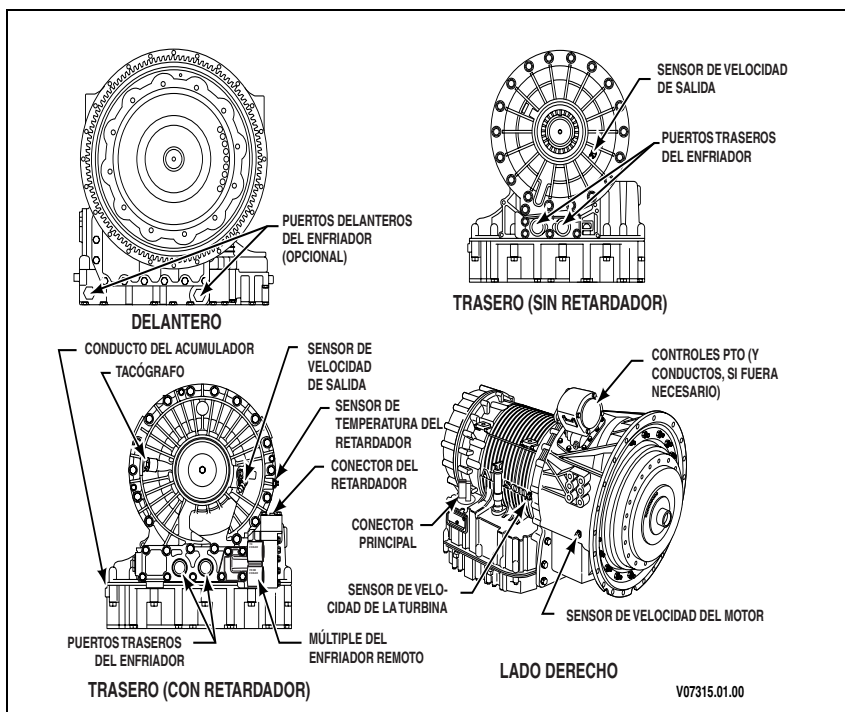
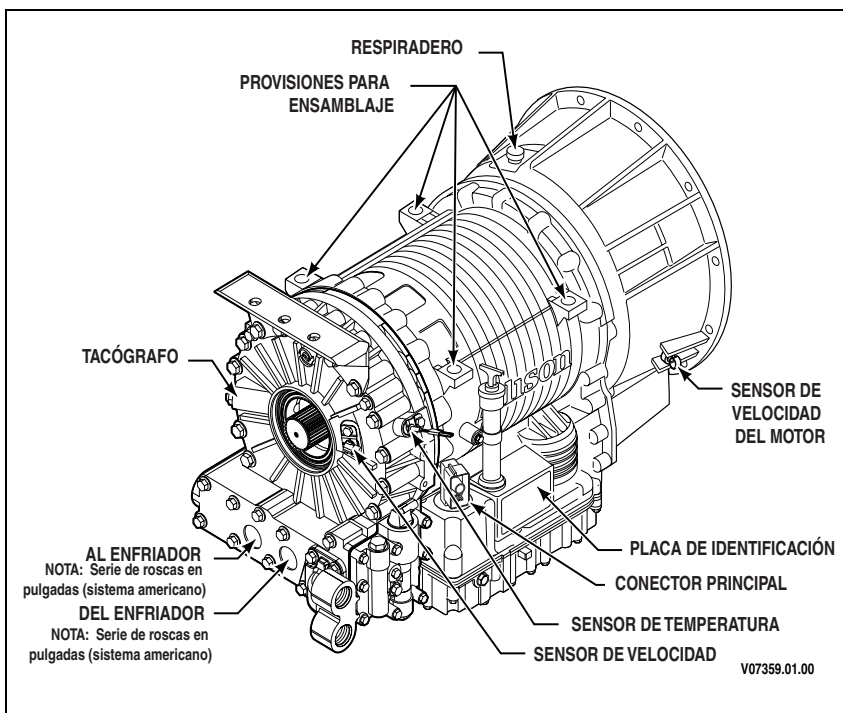

Figura 3-1. Ubicaciones de desconexión de la familia de productos 4000
Figura 3-2. Ubicaciones de desconexión de la familia de productos 3000
2. Desconecte el arnés de cableado externo de la transmisión en el conector de paso del arnés. Afloje el perno que retienen el conector de 20 vías al conector de paso de la transmisión. Consulte Figura 3-1 o Figura 3-2. Evite que la mugre o humedad entren en un conector desconectado. Coloque el arnés de cableado de manera que no interfiera con la extracción de la transmisión.
- Para transmisiones de la familia de productos 4000, desconecte la entrada (motor), turbina y sensores de velocidad de salida (Consulte Figura 3-1).
- Desconecte el arnés de cableado del termistor de temperatura del retardador, del sensor de velocidad de salida y del conector del cuerpo de la válvula del retardador. Si se utiliza, desconecte el cable del tacógrafo del puerto en la parte trasera de la carcasa del retardador (Consulte Figura 3-2).